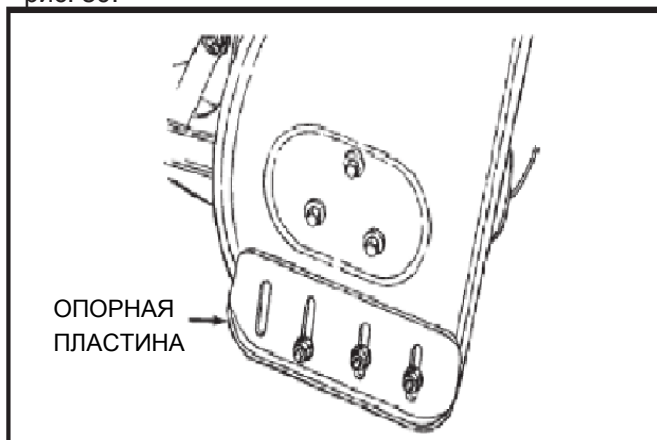

РИС. 59
(См. рис. 59 и 60 на стр. 25)
- Поднимите снегоотбрасыватель над землей и установите подставки под каждую сторону корпуса кожуха. Ослабьте шесть гаек, крепящих опорные пластины к кожуху. Отрегулируйте положение опорных пластин и заново затяните гайки. Установите обе опорные пластины на одинаковую высоту, чтобы поддерживать корпус кожуха на соответствующем уровне. См. рис. 59.